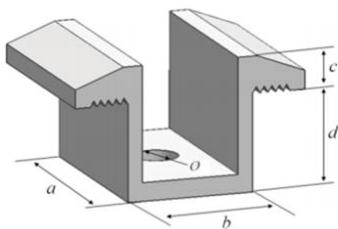
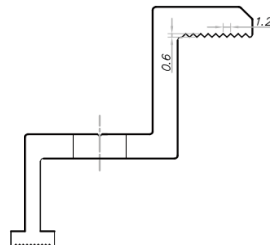

图 4 中间压块示意图
图 5 边压块横截面示意图
- ① 将光伏组件置于两条支架之上（不提供）。支架必须使用不锈钢材料或做过防腐处理（如热镀处理）。每块光伏组件至少需要 4 个压块去固定，在安装过程中，请勿让压块直接接触玻璃及让边框变形，否则会导致光伏组件破损。
- ② 务必避免因夹具形成的阴影对光伏组件造成遮挡效应。漏水孔不能被夹具遮挡。夹具必须与光伏组件边框保持至少 10mm 的重叠部分（保证光伏组件可靠安装的前提下可以变更夹具截面）。
- ③ 支架与光伏组件边框接触的上表面需有一个与 M8 螺栓匹配的凹槽。
- ④ 若支架上无凹槽，则需在上述提到的位置钻一个直径大小合适的孔，以便螺栓固定。
- ⑤ 确保每个压块的安装顺序为平垫圈、弹簧垫圈、螺母。
- ⑥ 图 4 所示为中间安装压块，图 5 所示为边缘安装压块及截面示意图。中间压块和边压块的尺寸为  $a \geq 50 \text{ mm}$ ,  $b \geq 26 \text{ mm}$ ,  $c \geq 5 \text{ mm}$ ,  $d \geq 28 \text{ mm}$ ,  $\varnothing = 9 \text{ mm}$ ，建议壁厚  $\geq 4 \text{ mm}$ ，当螺栓和螺丝为 8.8 等级时，推荐收紧扭矩为 17~23Nm。具体扭矩值请咨询安装商或支架供应商。
- ⑦ 为防止安装组件后脱框，建议选择边缘安装压块和中间安装压块与边框 A 面接触面均带有花纹槽结构的压块，花纹槽结构建议数量为 9 个左右，相邻花纹槽距离建议 1.2mm 左右，花纹槽深度建议 0.6mm 左右，如图 5 边缘压块横截面示意图所示。